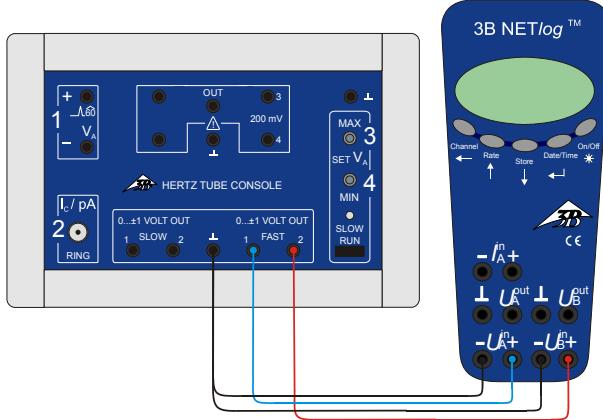

Fig. 2 Ligação do 3B NET/log™ no aparelho de controle para tubos de potenciais críticos
- Conectar a saída Fast 1 da unidade de comando na entrada A e a saída Fast 2 na entrada B do 3B NET/log™. (vide Fig. 2)